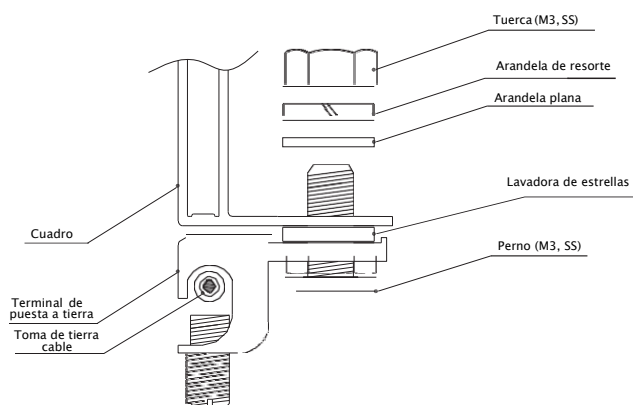

Figura 7
- Primero, pele el cable de conexión a tierra a la longitud adecuada sin dañar el núcleo de metal. Luego inserte el cable pelado en la orejeta, apriete el tornillo. Como se muestra en la Figura 7, conecte la orejeta al marco de aluminio con pernos de acero inoxidable y componentes de conexión. El par de apriete recomendado para los pernos M3 es de 2,3 N·m.